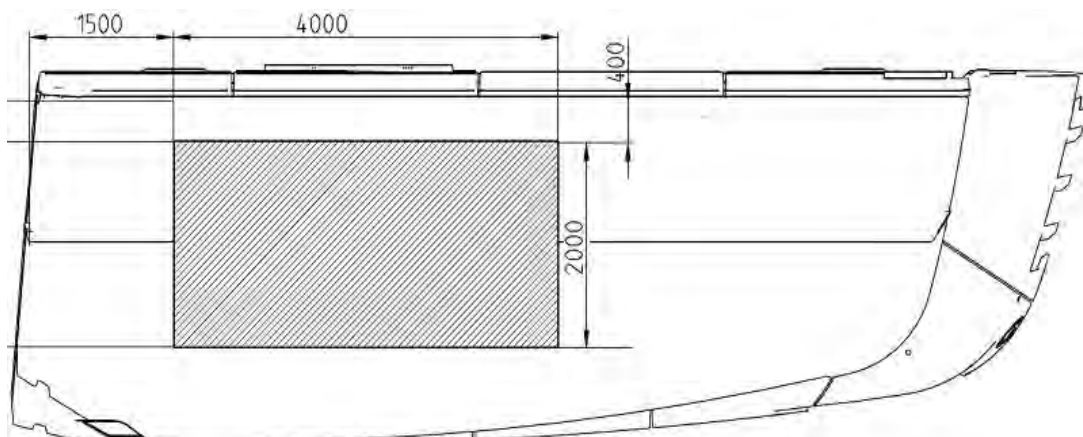

Abb. 5 Position und Größe für Kundenlogo an K08 gamma-Anlagen >150 m Bauwerkshöhe
- Für die Gestaltung der Gamma-Anlage ist ein Bereich von 2000 mm x 4000 mm für Anlagen über 150 m möglich, für Anlagen unter 150 m können die Flächen etwas größer sein, die Details sind hier im Vorfeld mit Nordex abzustimmen, siehe Abb.4 und siehe Abb.5